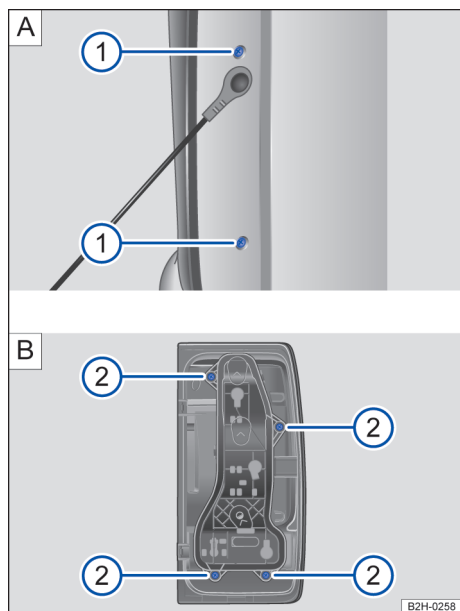

Fig. 151 [A]: lateralmente no compartimento de carga: remover a lanterna traseira. [B]: soltar o suporte da lâmpada.
→ Fig. 151 e → Fig. 152
- ① Observar e executar a lista de controle → Página 206.
- ② Abrir a tampa do compartimento de carga → Página 70.
- ③ Remover dois parafusos de cabeça philips/Torx com a chave de fenda da ferramenta de bordo → Fig. 151 ① [A].
- ④ Pressionar a lanterna traseira para fora e retirá-la cuidadosamente da carroceria puxando-a para trás.
- ⑤ Desbloquear o conector, puxá-lo para fora e colocar a lanterna traseira sobre uma superfície limpa e lisa.
- ⑥ Desrosquear quatro parafusos de cabeça philips com a chave de fenda da ferramenta de bordo → Fig. 151 ② [B].
- ⑦ Retirar o suporte da lâmpada da lanterna traseira.
- ⑧ Substituir a lâmpada incandescente queimada por uma lâmpada incandescente nova do mesmo modelo.
- ⑨ Encaixar o suporte da lâmpada na lanterna traseira e rosquear firmemente.
- ⑩ Segurar a lanterna traseira na posição de instalação com uma das mãos e apertar os parafusos de fixação com a outra mão → Fig. 151 ② [B].
- ⑪ Encaixar o conector no suporte da lâmpada e colocar cuidadosamente a lanterna traseira na carroceria.
- ⑫ Controlar a instalação correta e o assentamento firme da lanterna traseira.
- ⑬ Apertar dois parafusos de cabeça philips/Torx com a chave de fenda da ferramenta de bordo → Fig. 151 ① [A].